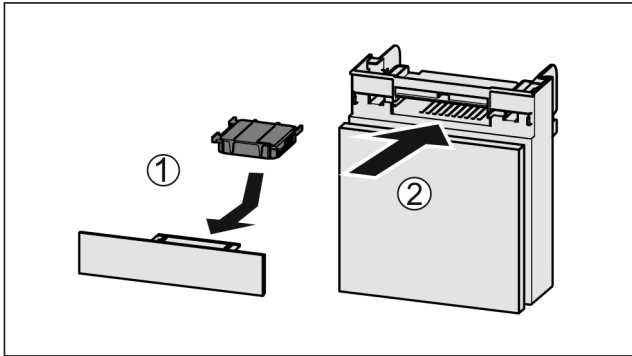

Fig. 162
- ▶ Sett inn Fig. 162 (1) aktivkullfilteret etter figuren.
- ▶ Skyv inn Fig. 162 (2) hyllen.